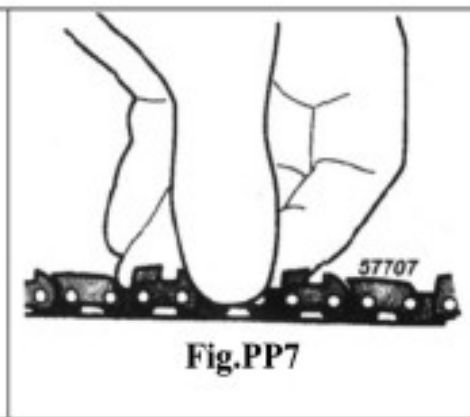

Fig.PP7
- 4) Tirez la chaîne à la main le long du haut du guide-chaîne à plusieurs reprises, du moteur au bout du guide. La chaîne doit être bien ajustée mais on devra pouvoir tirer dessus quand même librement. Voir Fig. PP7.